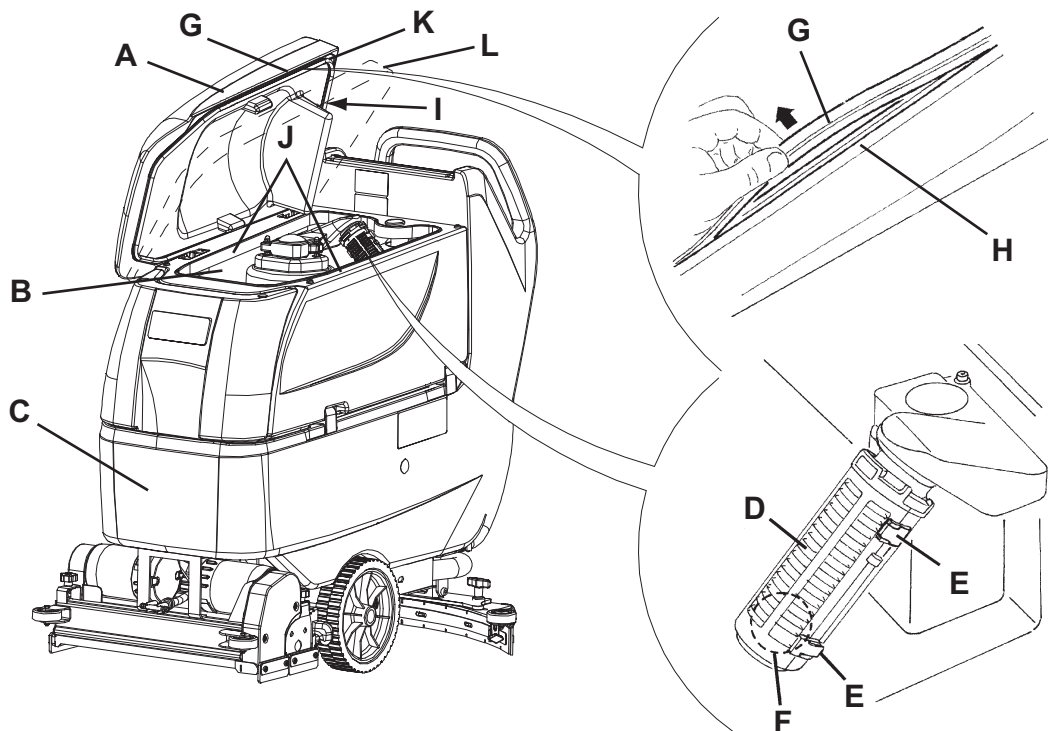

Abbildung 8
3. Den Deckel (A, Abb. 8) in der Waschposition (L) bringen.
4. Den Deckel (A), die Tanks (B und C) und das Ansauggitter mit automatischem Schwimmverschluss (D) mit klarem Wasser reinigen und waschen.